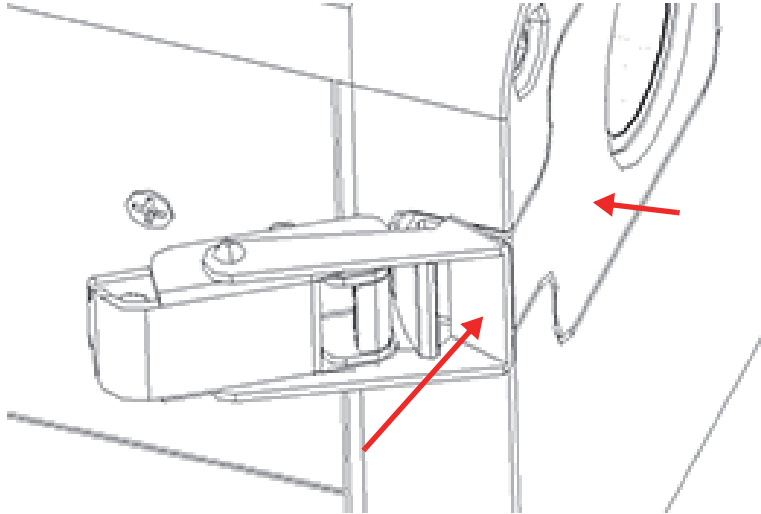

图 4-11 面板锁扣上方的插锁
5. 在固定面板时, 要将面板插锁的前部在锁扣的上方向下推 (参见第63页的图 4-11)。